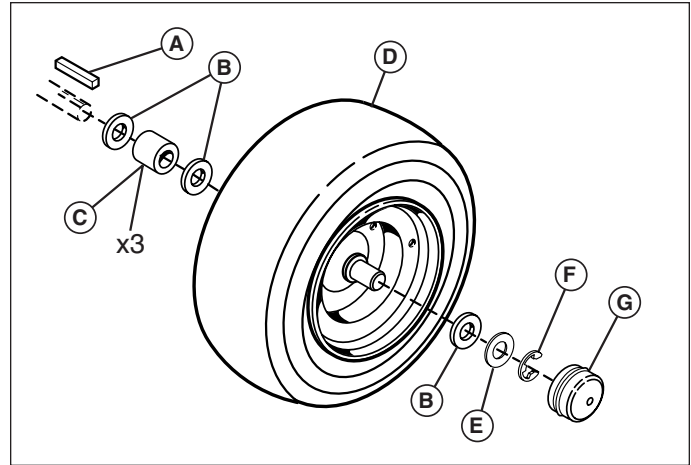

Figure 13. Boulonnerie d'essieu arrière
5. Remonter les composants en procédant dans l'ordre inverse de leur dépose et abaisser la machine au sol. S'assurer de mettre la clé (A, figure 13) en place dans l'entrée de clé de l'essieu.